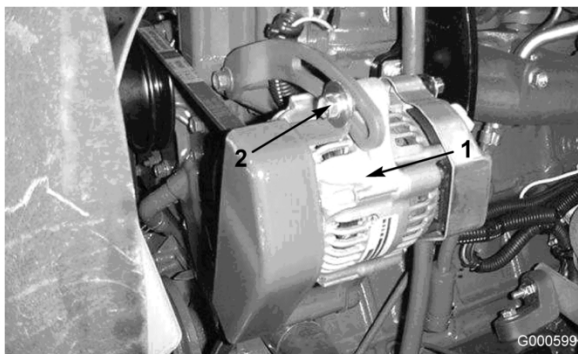

Figura 52
Verifique o estado e a tensão das correias (Figura 52) após cada 100 horas de funcionamento.
2. Se o desvio obtido não for igual a 10 mm, deverá libertar as cavilhas de montagem do alternador (Figura 52). Aumente ou diminua a tensão da correia do alternador e volte a apertar as cavilhas. Verifique uma vez mais o desvio da correia para se certificar de que a tensão é a correcta.